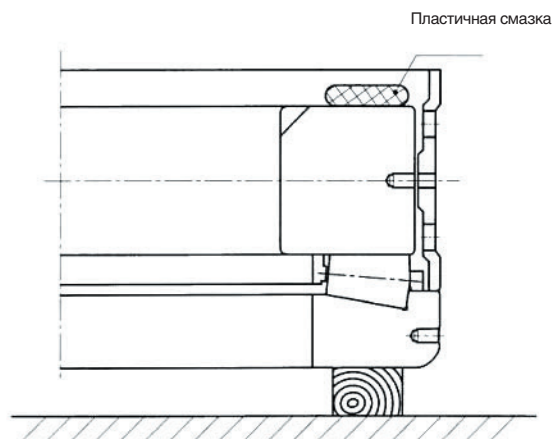

Рис. 3.40
- (4) Установите проставку наружного кольца (на которую нанесена тонким слоем пластичная смазка) на торцевую поверхность (бурт) наружного кольца. (**Рис. 3.40**)